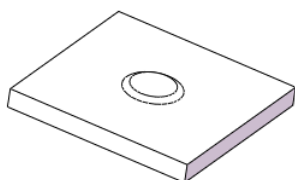
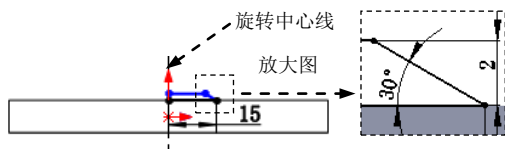

图 17.9.5 旋转 1
图 17.9.6 横断面草图
Step3. 创建图 17.9.5 所示的零件基础特征——旋转 1。选择下拉菜单 **插入(I)** → **凸台/基体(B)** → **旋转(R)...** 命令；选取上视基准面作为草图平面，绘制图 17.9.6 所示的横断面草图。采用图 17.9.6 所示的中心线作为旋转轴线，在 **方向1** 区域的下拉列表中选择 **给定深度** 选项，采用系统默认的旋转方向；在 **文本框** 中输入数值 360，并选中 **合并结果(M)** 复选框。单击 **✓** 按钮，完成旋转 1 的创作。